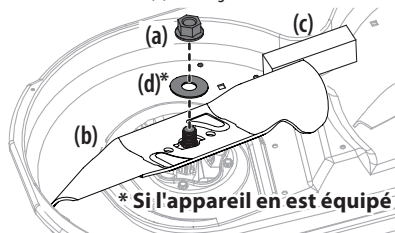

Figure 41
2. Utilisez une clé de 15/16 po pour retenir l'écrou sur le haut de la fusée, puis desserrez l'écrou hexagonal (a) et la rondelle (d)\* qui fixent la lame (b). Pour desserrer plus facilement l'écrou hexagonal (a) et la rondelle (d)\* qui fixent la lame, placez un petit bloc de bois (c) entre le plateau de coupe et le tranchant de la lame (b). Voir Figure 41.
3. Lorsque vous réinstallez la lame, assurez-vous de suivre les étapes ci-dessous (voir Figure 41) :